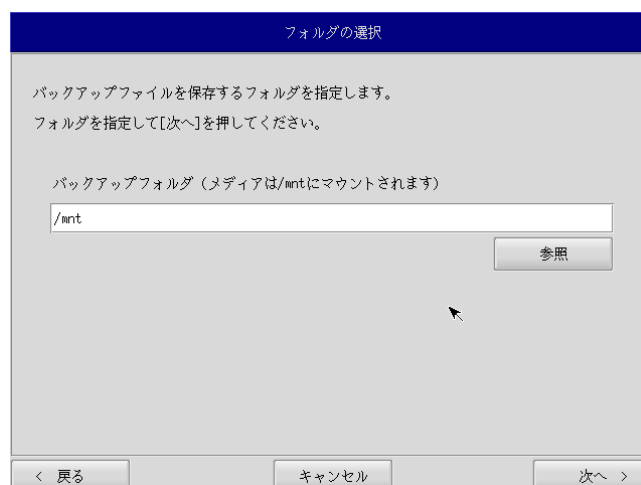

図 5-2-4. フォルダ選択画面
- ⑧ フォルダ選択画面（図 5-2-4）が表示されます。[参照]ボタンを押します。